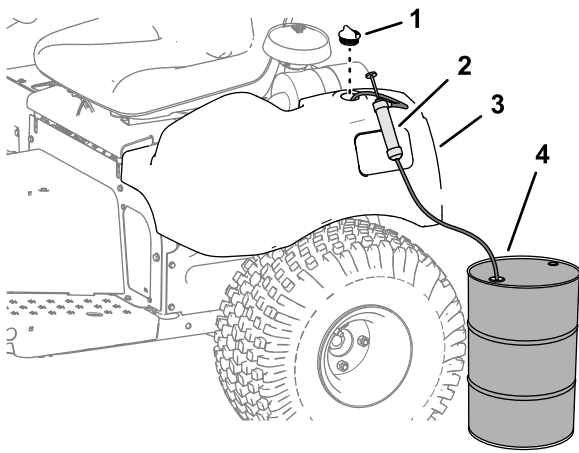

Figure 43
1. Retirez le bouchon du réservoir hydraulique (Figure 43).
2. Pompez le liquide hydraulique qui se trouve dans le réservoir hydraulique (Figure 43).